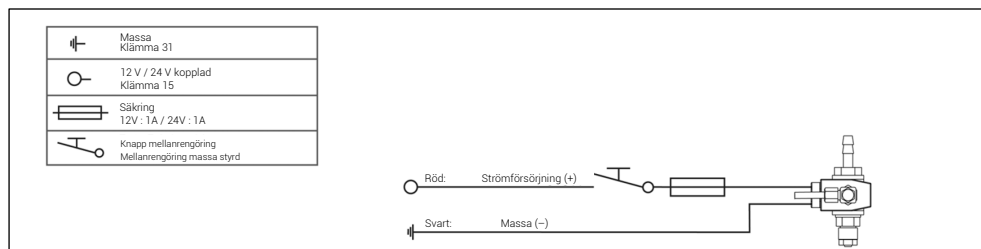
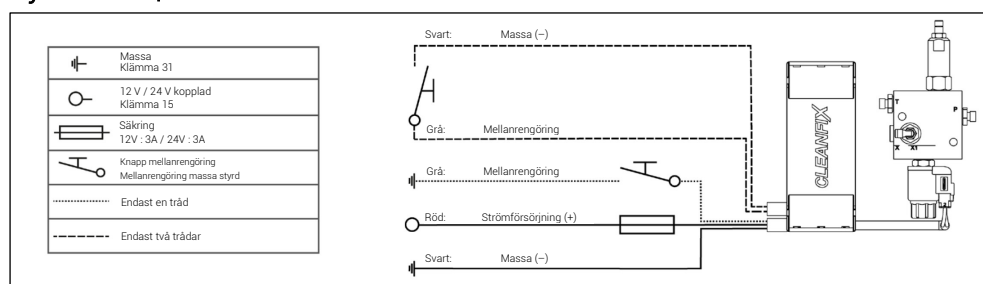

Bild 62
Bild 69
Om en kopplad, säkrad strömförsörjning (klämma 15) med tillräcklig spänning (se Bild 62–Bild 69) är tillgänglig, kan den användas.
- 40) Anslut den elektriska komponenten till maskinens strömförsörjning (se Bild 62–Bild 69).